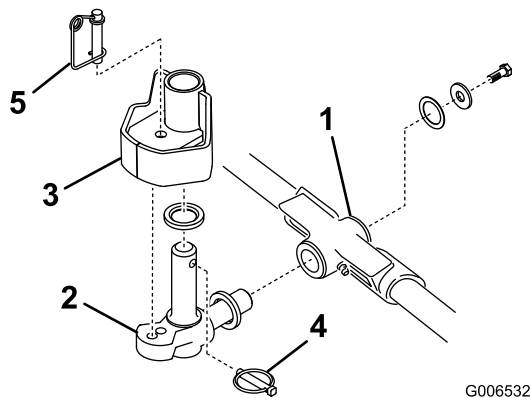

Bild 17
1. Setzen Sie eine Druckscheibe auf die horizontale Welle des Kreuzgelenks, wie in Bild 17 dargestellt.
2. Setzen Sie die horizontale Welle des Kreuzgelenks in das Befestigungsrohr des Trägerschassis (Bild 17).
3. Befestigen Sie das Kreuzgelenk mit einer Druckscheibe, einer flachen Scheibe und einer Bundkopfschraube am Trägerschassis (Bild 17).
4. Setzen Sie eine Druckscheibe auf die vertikale Welle des Kreuzgelenks (Bild 17).
5. Falls abgenommen, setzen Sie die vertikale Welle des Kreuzgelenks auf die Hubarmdrehnabe (Bild 17).
6. Setzen Sie den Klapstecker in das Kreuzloch an der Kreuzgelenkwelle (Bild 17).
Hinweis: Wenn Sie eine fixierte Schneideinheitstellung wünschen, setzen Sie den Lenksperrstift auf das Befestigungsloch des Kreuzgelenks (Bild 17).
11. Haken Sie den Federdraht unten um den Lenksperrstift (Bild 17).